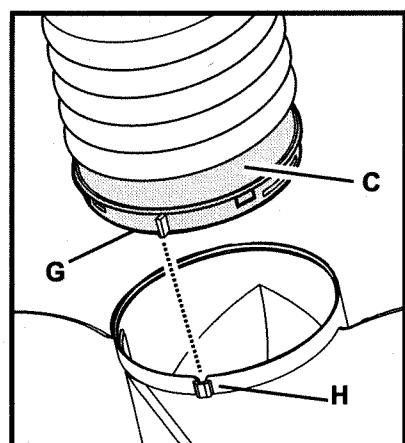

Fig. 6 - Abb. 6 - Afb. 6
9. Auf den mitgelieferten Anschlussring **C** ein Abluftrohr montieren, vorzugsweise mit einem Durchmesser, welcher dem des Anschlussrings entspricht (Abb. 6). Das Abluftrohr muss lang genug sein, um bis nach außen zu reichen (Abluftversion) bzw. bis an die Decke des Hängeschanks (Umluftversion).
9. Install a discharge tube on the connection ring **C** supplied, preferably with a diameter equivalent to the connection ring (Fig. 6). the discharge tube should be sufficiently long to reach outside (Suction version) or the ceiling of the wall cabinet (Filter version).